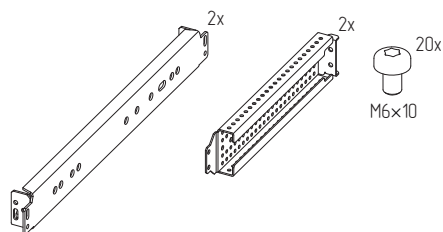

Рисунок 54
4.21.2 Проверить комплектность (рисунок 54).